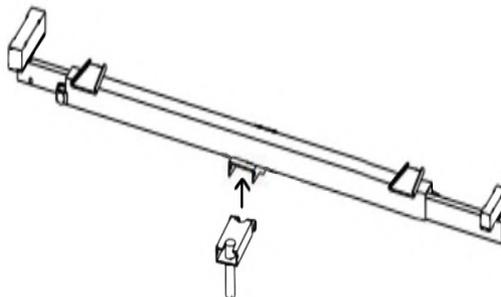

Abbildung 23
- Befestigen Sie die Halterung an der Halterung wie in Abb. 23 gezeigt.